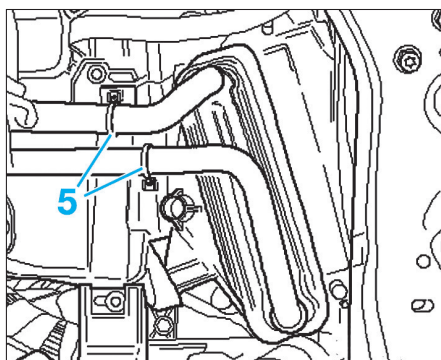

Fig. 16
- Déposer les colliers (5) (Fig.16).